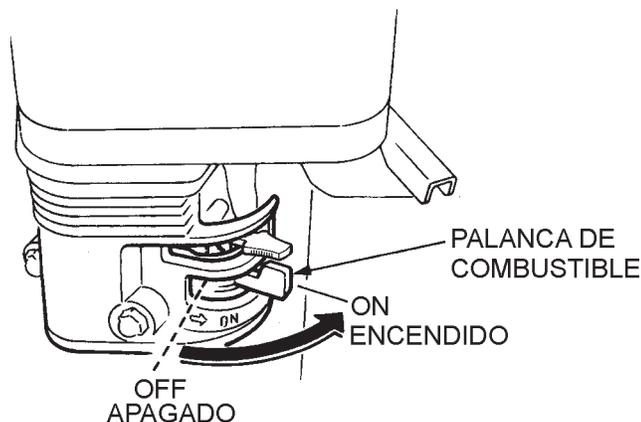

Figura 24. Palanca de la válvula de combustible del motor
1. Coloque la **palanca de la válvula de combustible** del motor (Figura 24) en la posición "ON" "ENCENDIDO".